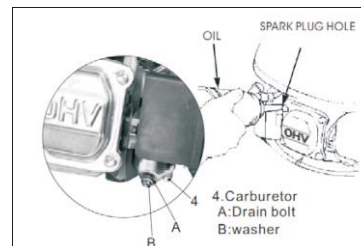

Fig. 13
3. Una volta che il carburante sia passato tutto nel contenitore, rimettere la vite di scarico e la guarnizione, e stringere bene (vedi Fig. 13).